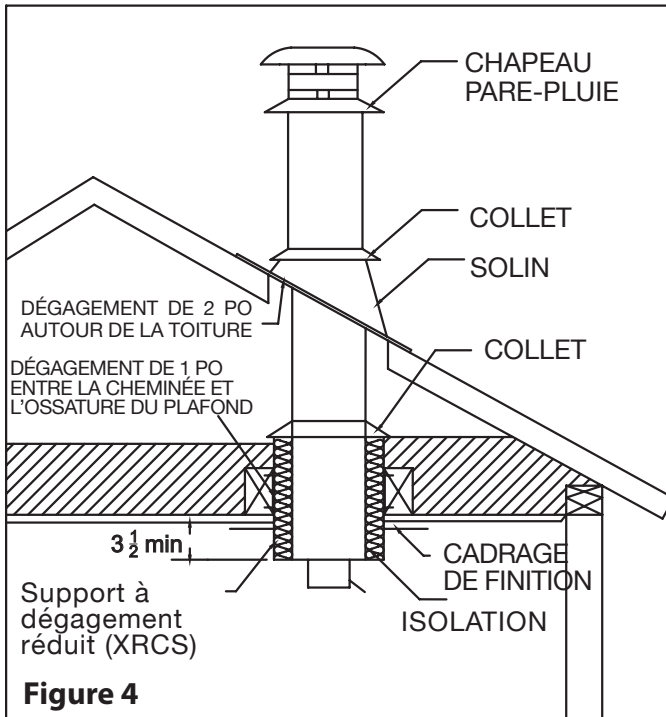

Figure 4
**REMARQUE :** Si vous utiliser le support à dégagement réduit (XRCS) au niveau du grenier, il n'est pas nécessaire d'utiliser un coupe radiation. Le support pour à dégagement réduit agit comme coupe radiation lorsqu'il est installé avec un isolant et un collet (fournis) (voir Figure 4).
Étape 6 : Placez le collet autour de la cheminée au-dessus du support. Veillez bien à ce qu'elle ferme complètement le dessus du support. (voir Figure 4).